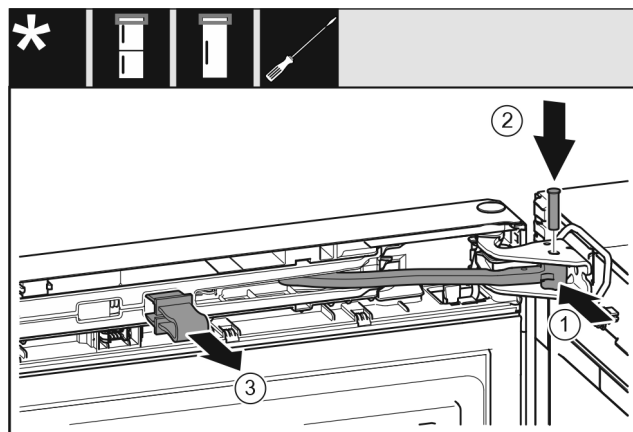

Fig. 23
- ▶ 将铰链转入托架。 Fig. 23 (1)
- ▶ 将螺栓插入托架和铰链。同时注意止动凸轮需正确地处于凹槽中。 Fig. 23 (2)
- ▶ 取下保险装置。 Fig. 23 (3)